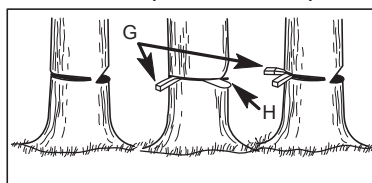

FIG. 2
- Utiliser des coins en bois ou en plastique (G fig.2) pour empêcher que la barre ou la chaîne ne puissent rester pris dans le tronc.